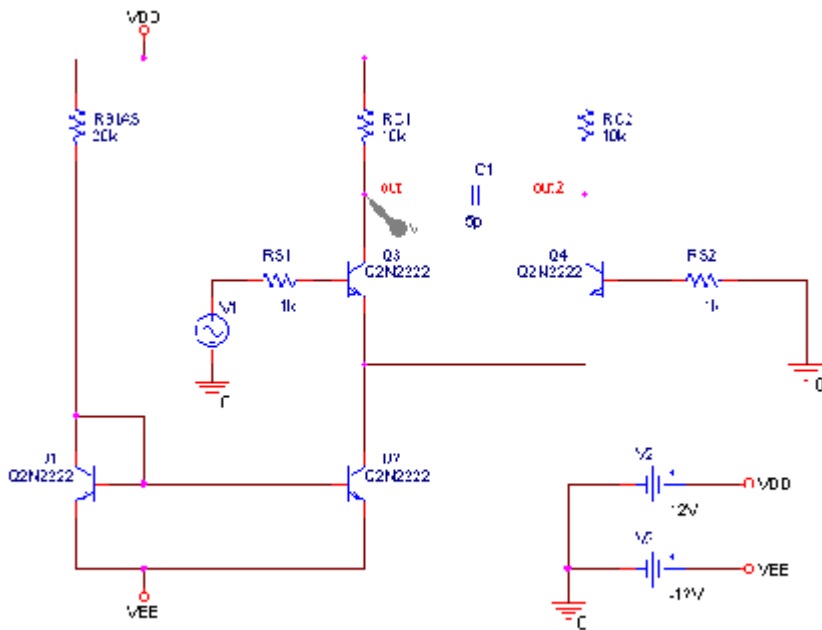

图 10-1 差动放大电路
(1) 绘制电路图、元件符号的呼叫与属性的设置，请参照前几节所做的介绍。
(2) 得到如图10-1所示的差动放大电路图。